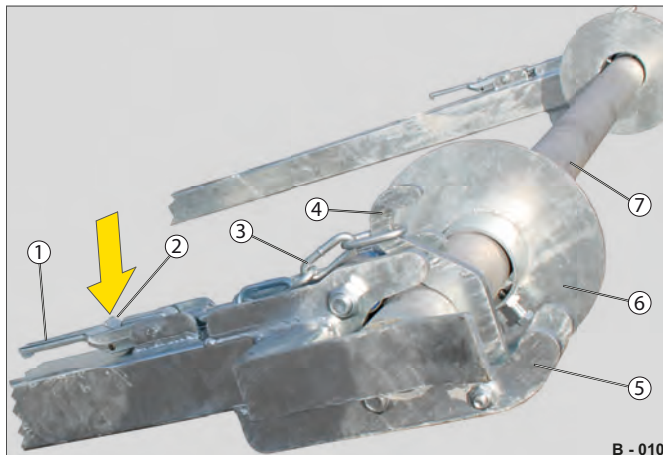
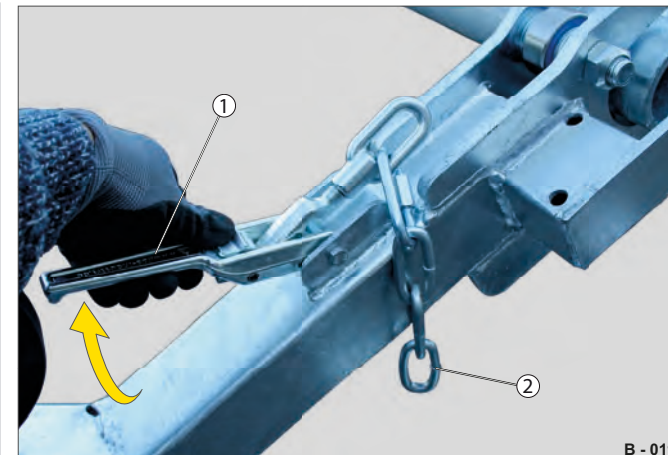

Abb. 2 Transportwelle gesichert
Abb. 3 Transportwelle entsichert
- ▶ Greifen Sie am Hebel (Abb. 2/1) des Exzenterverschlusses und drücken Sie die Sicherung (Abb. 2/2) ein. Die Kette (Abb. 2/3) wird gelöst.
- ▶ Heben Sie den Hebel (Abb. 3/1) und lösen Sie die Kette (Abb. 3/2) vom Haken (Abb. 2/4) ab. Die Transportwelle ist einseitig entsichert.